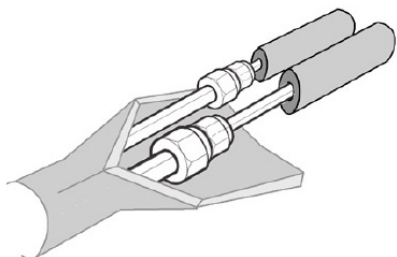

fig. 23 -
- La conexión a la unidad interna debe estar envuelta en aislamiento térmico "fig. 23 -".